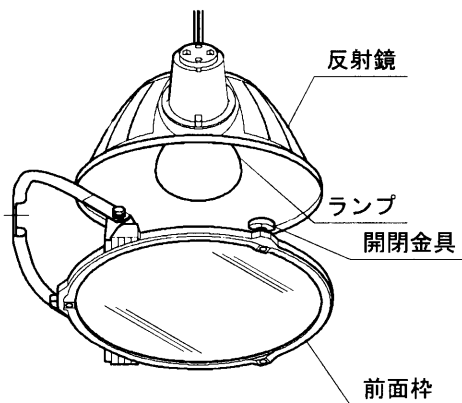

図3
③反射鏡を外してください。（図3）
④ランプを回して外してください。
⑤交換するランプを確実に組付けてください。